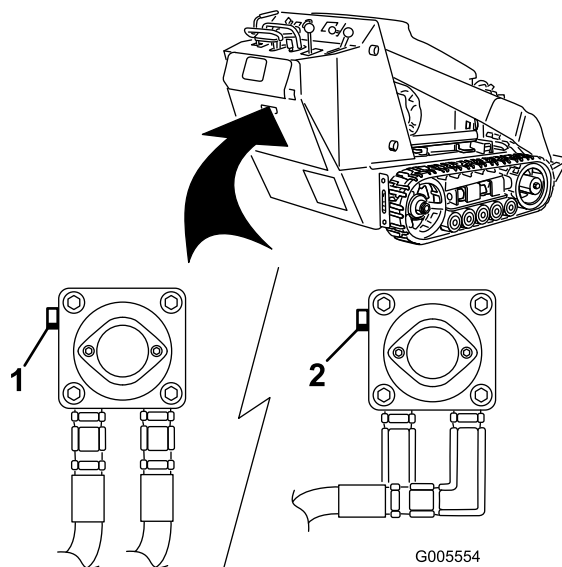

Figure 13
3. A l'aide d'une clé, donnez deux tours dans le sens anti-horaire aux vannes de remorquage situées sur les pompes hydrauliques (Figure 13).